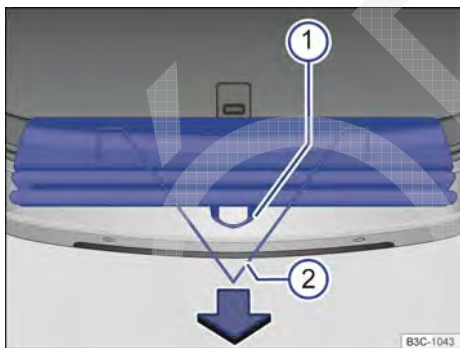

Fig. 184 No compartimento de bagagem: desdobrar e dobrar o pano de proteção.
- Puxar o pano de proteção pela tira → Fig. 184 ① no sentido da seta por cima do para-choque traseiro.